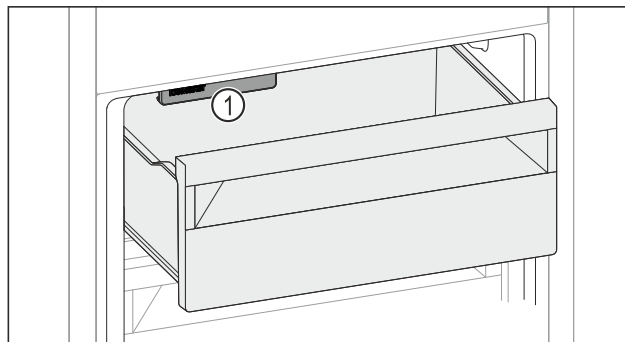

Fig. 142
- ▶ Upoštevajte IceMaker Fig. 142 (1).